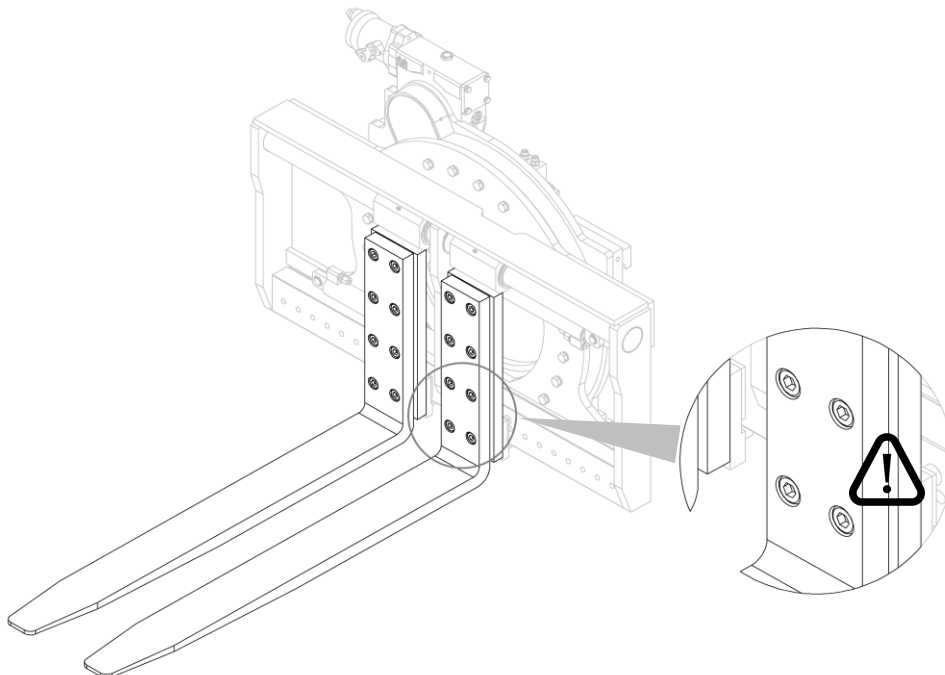

Abbildung 18
2. Prüfen Sie die Verriegelung der Gabelzinken (siehe *Abbildung 18*).